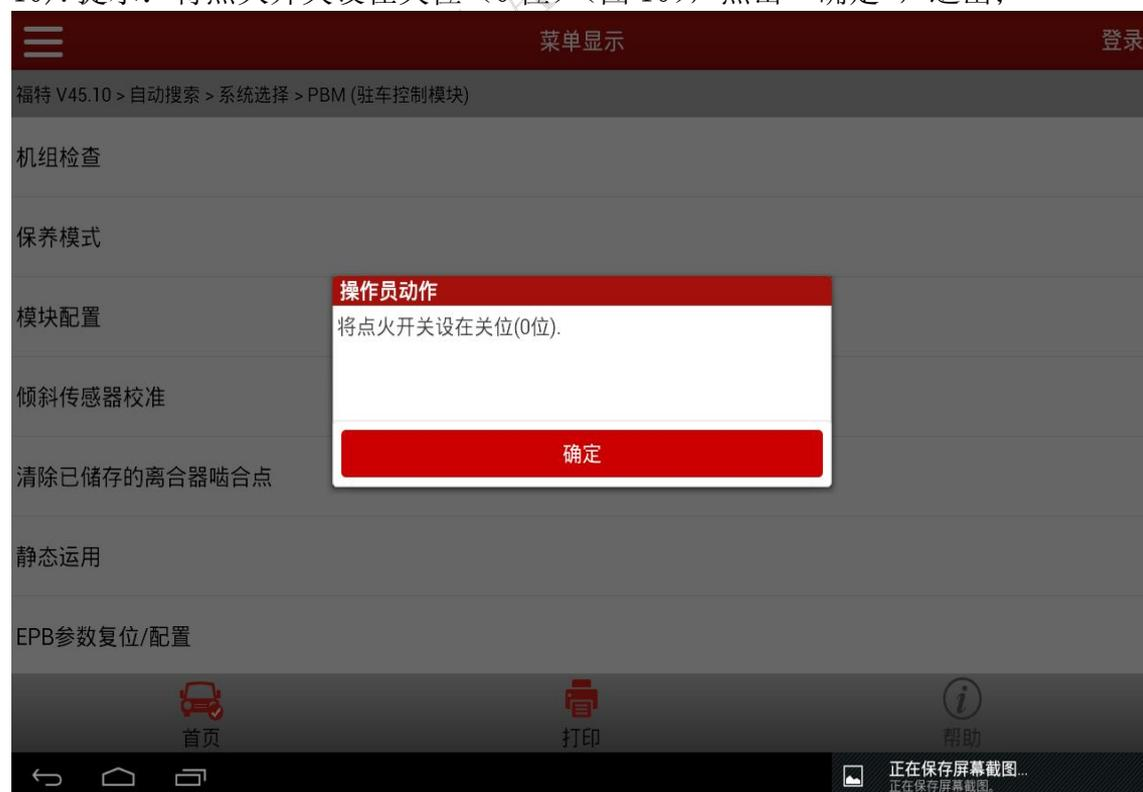

图 10
10). 提示：将点火开关设在关位（0 位）（图 10），点击“确定”，退出；